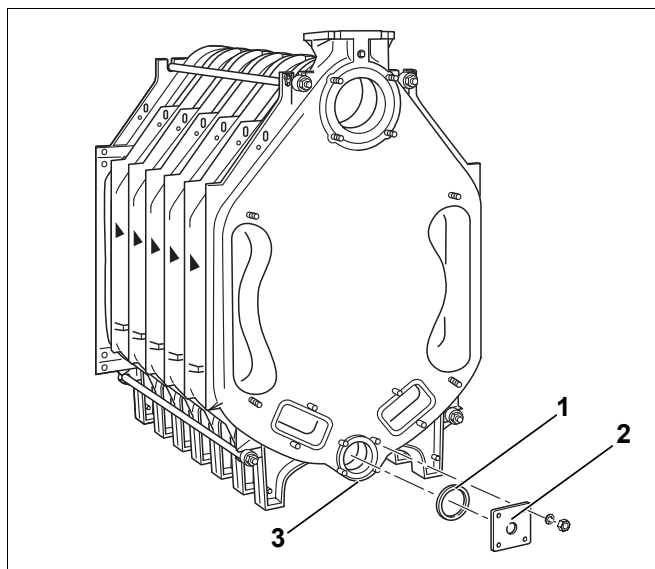

Bild 26 Flansch montieren
- ▶ Untere Kesselnabe (Bild 26, **Pos. 3**) von vorne und hinten verschließen. Dazu entsprechende Dichtung (Bild 26, **Pos. 1**) auf die jeweilige Kesselnabe legen und Blindflansch der Kantenlänge 110 mm aufschrauben.
Der Flansch mit der Gewindebohrung (R ¾) für den Füll- und Entleeranschluss (Bild 26, **Pos. 2**) wird dabei auf der Kesselnabe montiert.